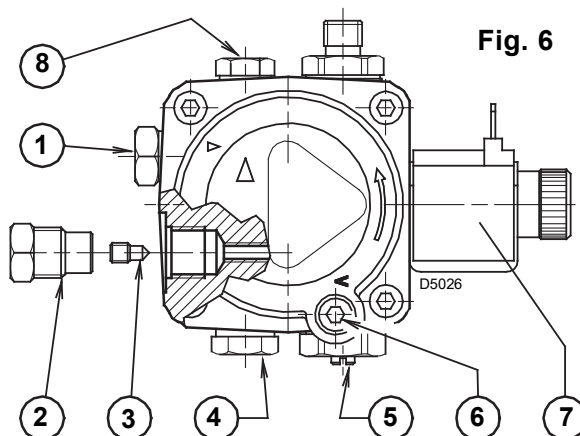
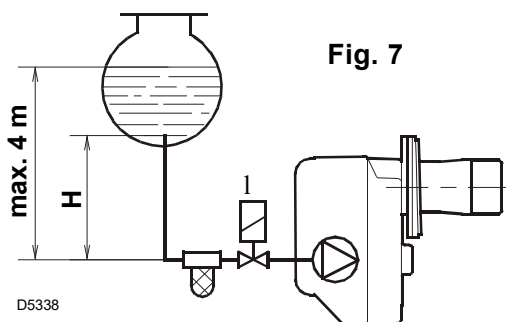

Fig. 6
Fig. 7
- n La pompe est prévue pour un fonctionnement en bitube. Pour le fonctionnement en mono-tube, il faut dévisser le bouchon de retour (2), enlever la vis de by-pass (3) et ensuite revisser le bouchon (2), (voir Fig. 6).
Dans l'installation en Fig. 7, il faut desserrer le raccord du vacuomètre (5, Fig. 6) jusqu'à la sortie du combustible.